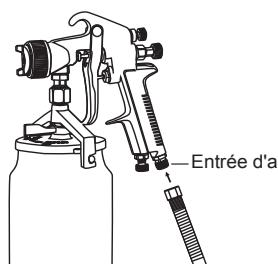

Figure 3
- Raccordez le tuyau d'alimentation en air à l'entrée d'air du pistolet. Utilisez le ruban d'étanchéité (non inclus) pour la connexion étanche à l'air. Ne serrez pas trop.(Voir la Figure 3)